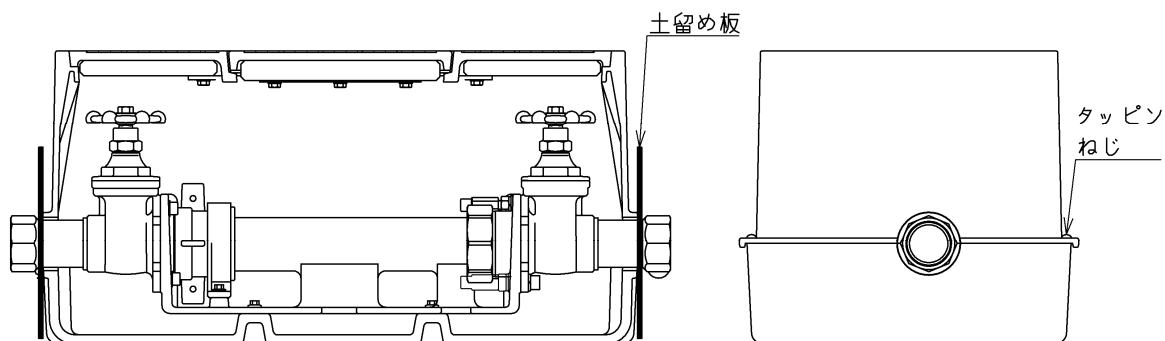
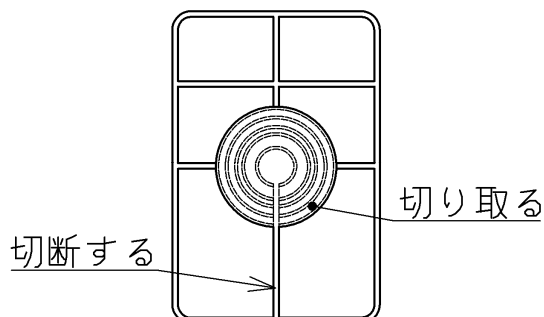

図3
図4 土留め板拡大図
- ・ メータボックス本体と底板は、タッピンねじ(4ヶ、図3)で固定した状態で埋設して下さい。分解した場合は、必ずタッピンねじで再固定してから埋め戻して下さい。
- ・ 内部への土砂の浸入を防ぐため、土留め板を取り付けて下さい(図3、図4)。